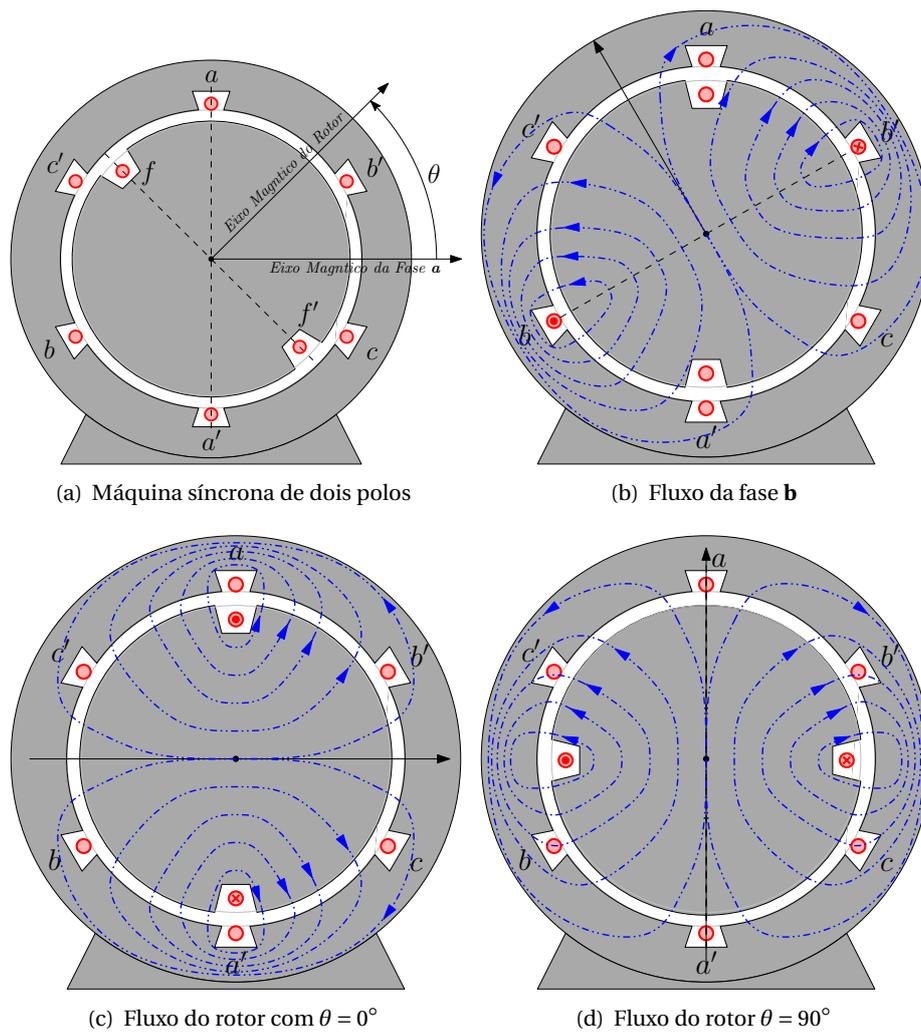

Figura 3.1: Vista frontal de uma máquina síncrona simplificada de dois polos.
Uma versão simplificada de uma máquina síncrona de dois polos é apresentada na Figura 3.1(a)³. Na figura é apresentada a vista de corte de máquina e cada par de círculos vermelhos (aa' , bb' , cc' e ff') representa uma das bobinas da máquina⁴, a parte central representa o rotor e a parte externa o estator. Observe que são apresentados os eixos magnéticos (direções em que o fluxo fluirá) da bobina da fase **a** e da bobina do rotor, **f** e que o ângulo θ depende da posição do rotor.
Para entender a característica das indutâncias desta máquina, considere inicialmente que a bobina na fase **b** é alimentada com corrente e as demais são mantidas em aberto, como mostrado na figura 3.1(b). Neste caso, as linhas tracejadas em azul representam o fluxo magnético produzido por esta bobina. Como o entreferro entre o rotor e o estator é praticamente uniforme, é possível dizer que o fluxo não varia com a posição do rotor. Ainda nesta figura, observe que as linhas de fluxo mais externas enlaçam, ou seja, concatenam, a bobina da fase **a**, mas as demais não. Novamente, esta condição não é alterada pela posição do rotor. Generalizando a análise para as demais bobinas do estator, podemos concluir que as indutâncias próprias e mútuas delas são constantes independentemente da posição do rotor.
Considere agora que a bobina do rotor é alimentada e as demais são mantidas em aberto. Se o rotor estiver na posição $\theta = 0^\circ$, como na figura 3.1(c), todas as linhas de fluxo geradas pela bobina **f** enlaçam a bobina da fase **a** do estator. No entanto, as bobinas das fases **b** e **c** são enlaçadas apenas pelas linhas mais externas. Contudo, se movermos o rotor de tal forma que $\theta = 90^\circ$, como mostrado na figura 3.1(d), nenhuma linha de fluxo enlaça a bobina da fase **a**. Nas fases **b** e **c**, por outro lado, ocorre um aumento do número de linhas de fluxo enlaçando as bobinas. Consequentemente, podemos concluir que as indutâncias mútuas entre as bobinas do estator e a bobina do rotor (L_{af} , L_{bf} e L_{cf}) variam com a posição do rotor. A indutância própria da bobina do rotor, por outro lado, é constante, independentemente da posição angular.
⁴Caso tenha dificuldade em visualizar o sistema, visualize o vídeo disponibilizado por (Catarinense Motores Elétricos, 2013): a estrutura do estator desta máquina é similar a da máquina da figura 3.1(a)
- A máquina apresentada na Figura 3.1(a) tem um par polos. Se a máquina possuir mais de um par de polos, como ficarão as equações em (3.2).